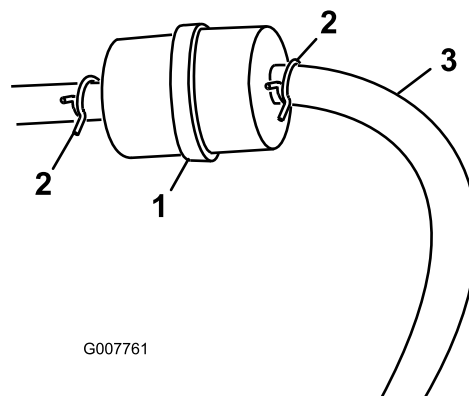

Figure 26
3. Pincez les extrémités des colliers et faites glisser ceux-ci pour les éloigner du filtre (Figure 26).
5. Posez un filtre neuf et rapprochez les colliers de fixation du filtre (Figure 26).
3. Desserrez le collier de serrage au niveau du filtre à carburant et éloignez-le du filtre en le poussant le long de la conduite d'alimentation (Figure 26).
4. Débranchez les conduites d'alimentation du filtre à carburant (Figure 26).
Remarque: Laissez l'essence s'écouler dans un bidon ou un bac de vidange (Figure 26).
5. Raccordez la conduite d'alimentation au filtre. Rapprochez le collier de serrage du filtre pour fixer la conduite d'alimentation (Figure 26).